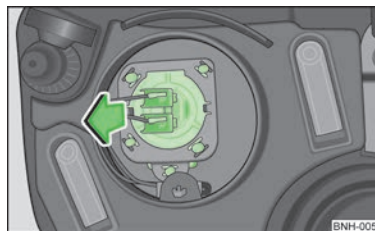

Fig. 127
- > Scoateți conectorul împreună cu becul, prin mișcări pendulatorii, în sensul săgeții » fig. 127.